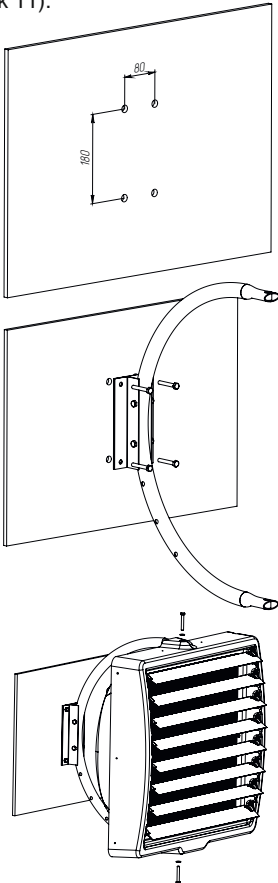

Рис.11
7.11 Кронштейн к стене крепится распорными дюбелями в зависимости от типа перегородок. Дюбели в комплект не входят (рисунок 11).